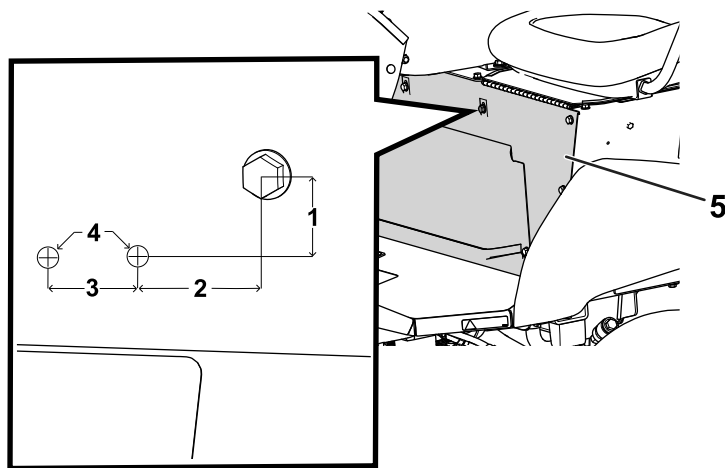

Figura 27
1. Mida desde el perno de la base del asiento, y perforo 2 taladros en la base del asiento (Figura 27).